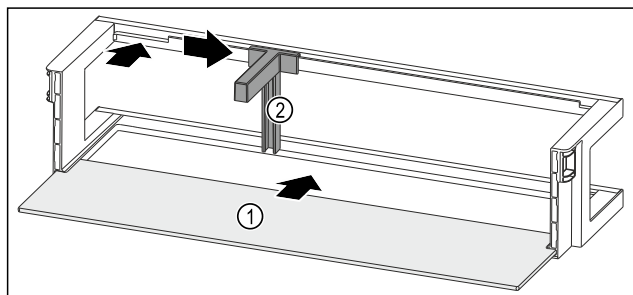

Fig. 226 Rafti i derës me raft mbajtës
- ▶ Futni raftin mbajtës Fig. 226 (1) në foletë anësore.
- ▶ Vendosni mbajtësen e shisheve Fig. 226 (2) te foletja.
- ▶ Shtyni anash mbajtësen e shisheve Fig. 226 (2) në pozicionin që dëshironi.